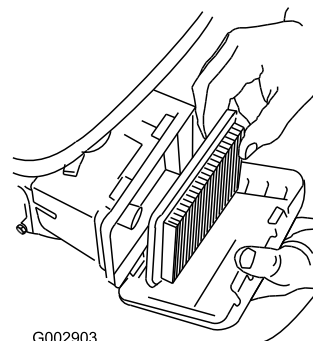

Figura 36
3. Retire el filtro de aire (Figura 36).